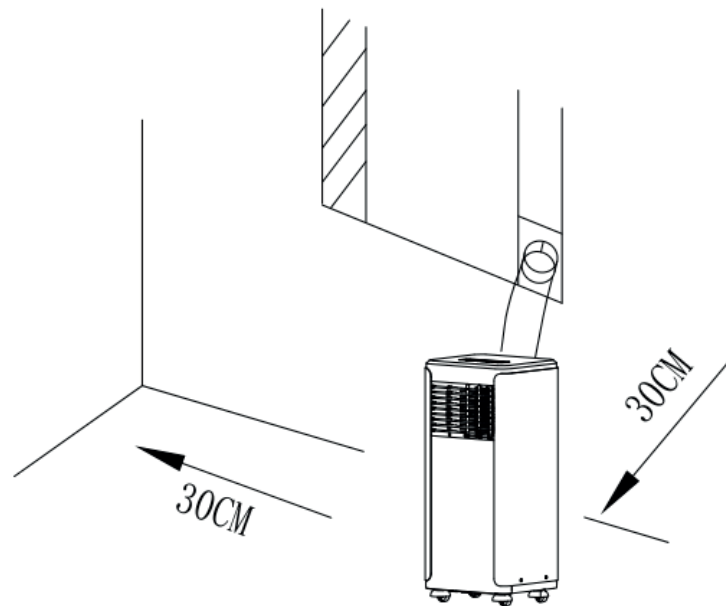

Fig. 3
- El aire acondicionado debe instalarse en una superficie plana y resistente que esté vacía al menos 30 cm alrededor de la unidad para que nada bloquee la salida del aire. (Ver Fig.3)
4. Si usted escribe su dirección de email, introduzca la contraseña como se muestra en la imagen 3, y, pulse “Confirm” para finalizar su registro.